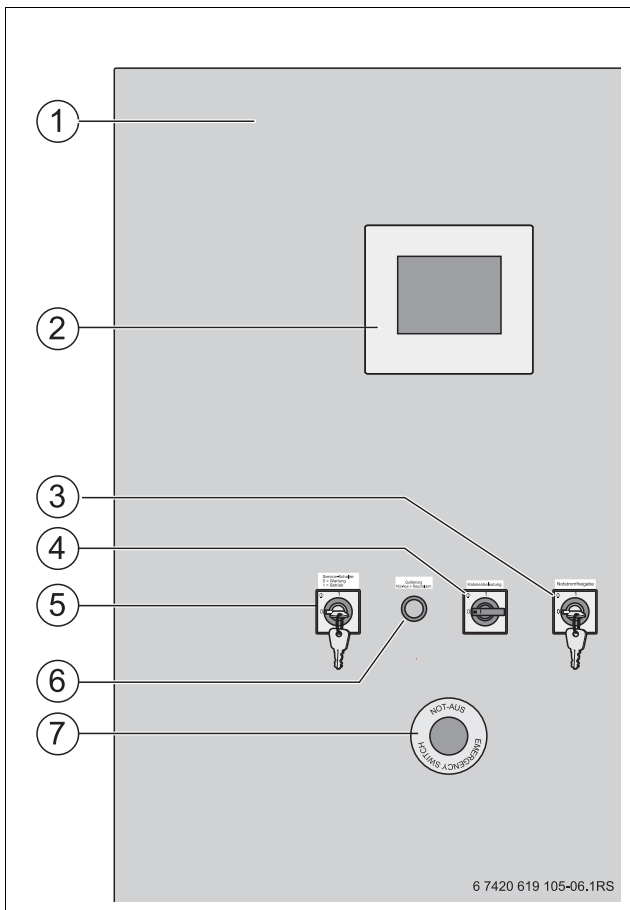

Рис. 3 Часть электрошкафа с элементами управления
- Электрошкаф с элементами управления (→рис. 3, стр. 9)